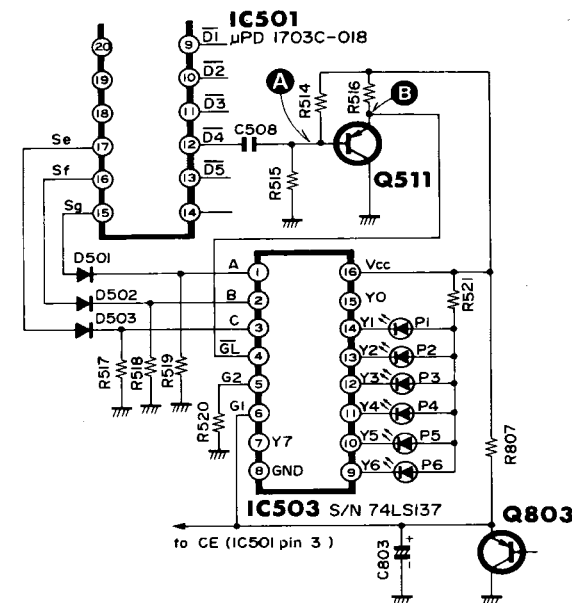

Fig. 7 **Preset indicator lighting circuit**
• **Preset indicator lighting circuit (Fig. 7)**
• **Circuit d'éclairage du témoin de pré réglage (Fig. 7)**